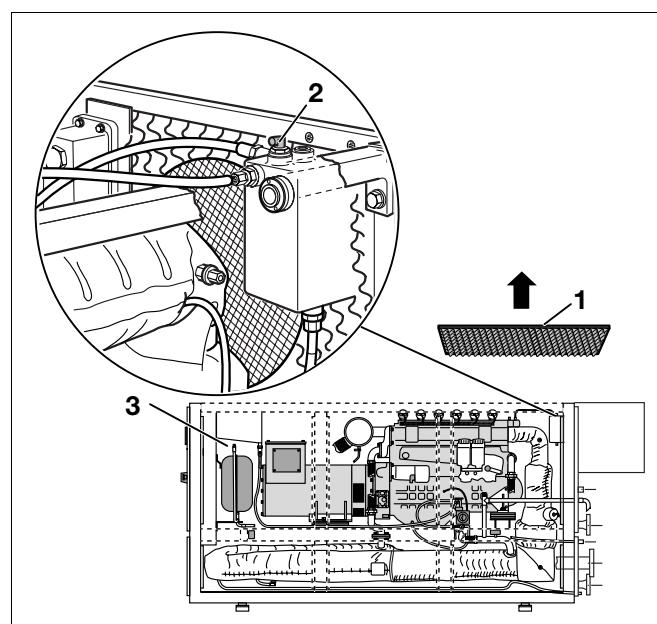

Рис. 15 Вентиль для удаления воздуха из системы охлаждения двигателя на газоотделителе (пример: Loganova E 1306 DN-100)
- Снять заднюю верхнюю шумопоглощающую крышку (рис. 15, поз. 1).
- Удалить воздух из системы охлаждения через газоотделитель (рис. 15, поз. 2).
- Удалить воздух из системы охлаждения через расширительный бак охлаждающей жидкости (рис. 15, поз. 3).